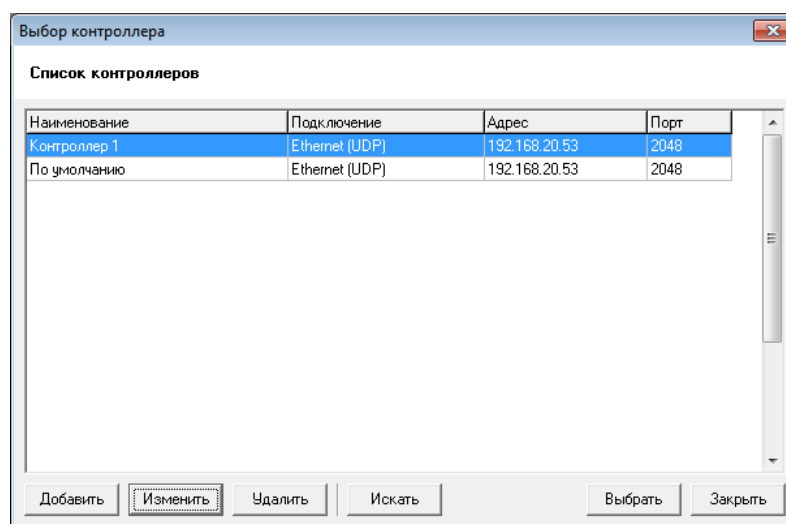
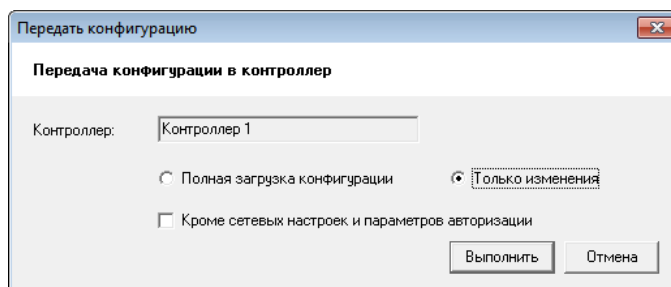
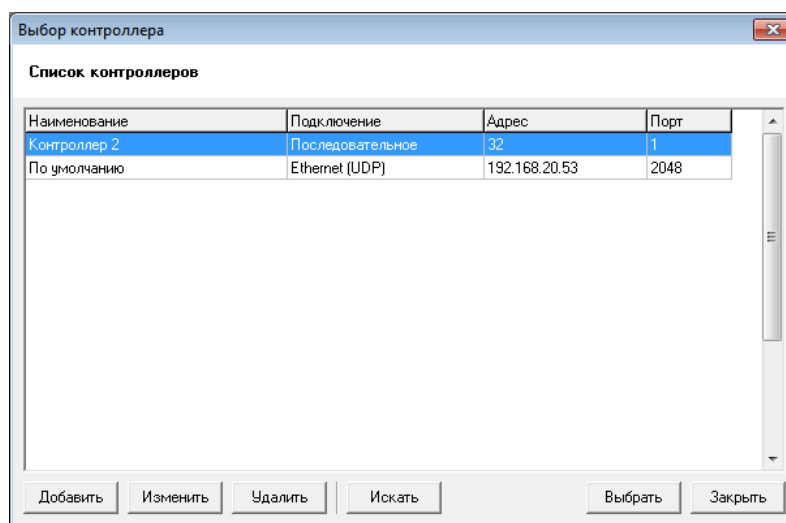
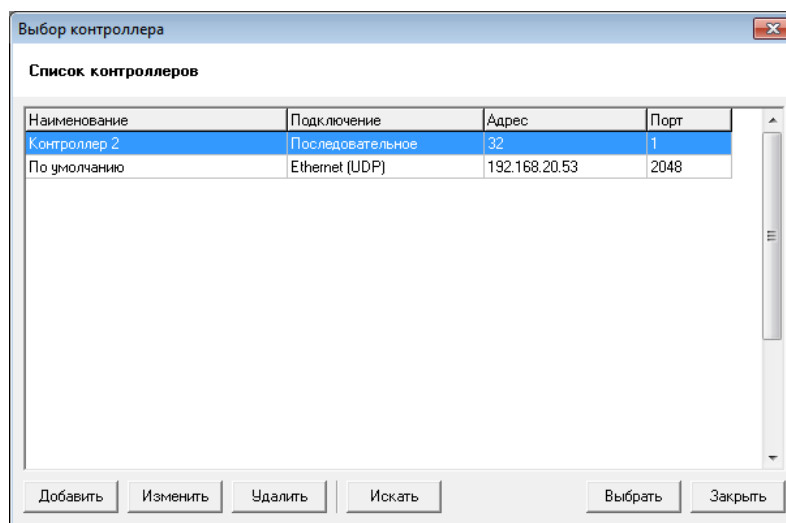

Рисунок 31 – Диалог "Выбор контроллера"
Рисунок 37 – Диалог "Передать конфигурацию"
Рисунок 39 – Диалог "Выбор контроллера"
Рисунок 47 – Диалог "Выбор контроллера"
Выберите контроллер и нажмите на кнопку "Добавить выбранное". Выбранный контроллер появится в списке диалога "Выбор контроллера" (см. Рисунок 31).
- 14) В окне "Выбор контроллера" (см. Рисунок 31) выберите запись с исходным адресом и нажмите кнопку "Выбрать". На экране появится окно выбора типа загрузки данных (см. Рисунок 37).
- 15) В окне "Передать конфигурацию" выберите "Только изменения", убедитесь, что НЕ отмечена кнопка "Кроме сетевых настроек и параметров авторизации" (см. Рисунок 37) и нажмите кнопку "Выполнить".
- 6.1) Нажмите на кнопку "Искать". В диалоге "Поиск контроллеров" отобразится список контроллеров, найденных в сети. Выберите контроллер и нажмите на кнопку "Добавить выбранное". Выбранный контроллер появится в списке диалога "Выбор контроллера" (см. Рисунок 39).
- 12) В окне "Выбор контроллера" (см. Рисунок 39) выберите запись с исходным адресом и нажмите кнопку "Выбрать". На экране появится окно выбора типа загрузки данных (см. Рисунок 37).
- 6.1) Нажмите на кнопку "Искать". В диалоге "Поиск контроллеров" отобразится список контроллеров, найденных в сети. Выберите контроллер и нажмите на кнопку "Добавить выбранное". Выбранный контроллер появится в списке диалога "Выбор контроллера" (см. Рисунок 47).
- 11) В окне "Выбор контроллера" (см. Рисунок 47) выберите запись с исходным адресом и нажмите кнопку "Выбрать". На экране появится окно выбора типа загрузки данных (см. Рисунок 37).